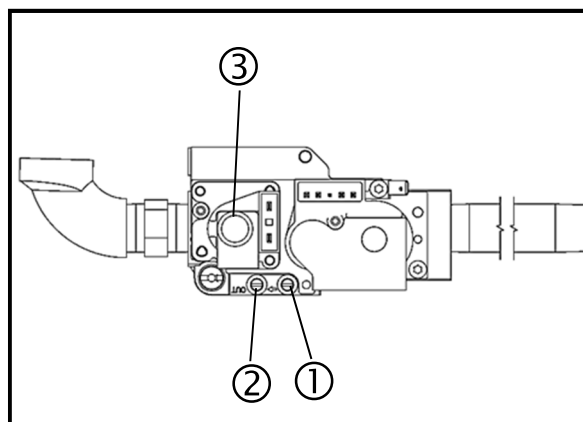

Fig. 16: Unidad de ignición y control (una etapa)
- ⇒ Abra la boquilla de prueba (1). (Fig. 16)
- ⇒ Abra la boquilla de prueba **(2)**. (Fig. 16)